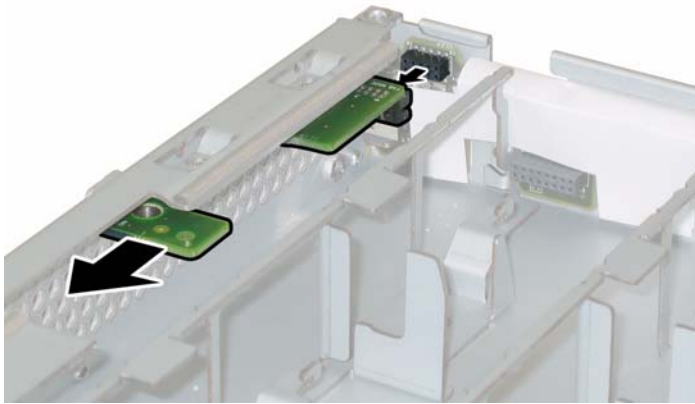

ABBILDUNG 3-26 Entfernen der Anzeigenplatine
- b. Stützen Sie die Anzeigenplatine mit der rechten Hand, und schieben Sie sie mit der linken Hand vorsichtig zur Mitte des Gehäuses, um sie von der vordere I/O-Platine zu trennen. Siehe ABBILDUNG 3-26.